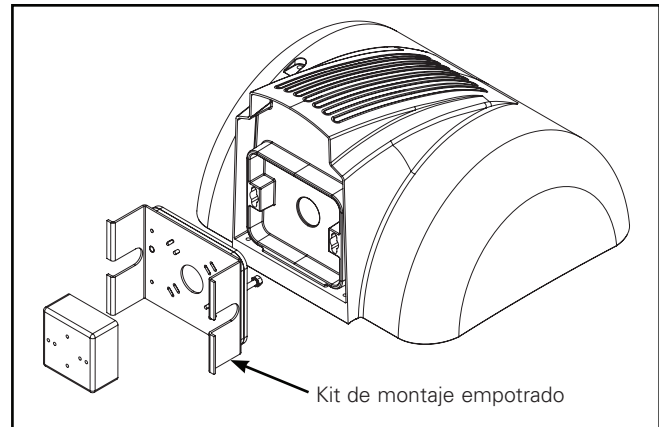

Figura 2. Montaje empotrado VWM / EM
2. Montaje empotrado: se monta en una placa empotrada en la pared (accesorio opcional VWM / EM) (Figura 2).
1. El kit de montaje empotrado está diseñado para su uso cuando es deseable incorporar el soporte de montaje en una pared vertical. Para orientación a la caja de conexión (Figura 2)